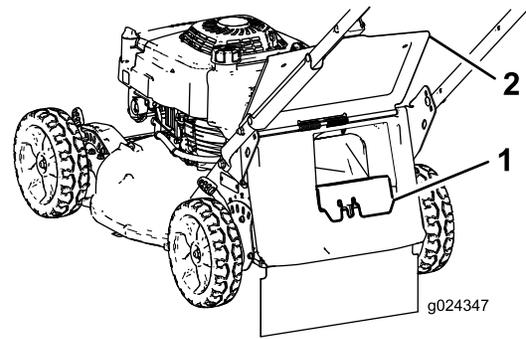

Figura 18
- Si el tapón de descarga trasera no está instalado, sujételo por el asa, eleve la puerta trasera e introdúzcalo en el conducto de descarga trasera hasta que el enganche encaje en su sitio (Figura 18).
3. Retire el tapón de descarga trasera presionando el enganche hacia dentro con el dedo pulgar y extrayendo el tapón de la máquina (Figura 18).